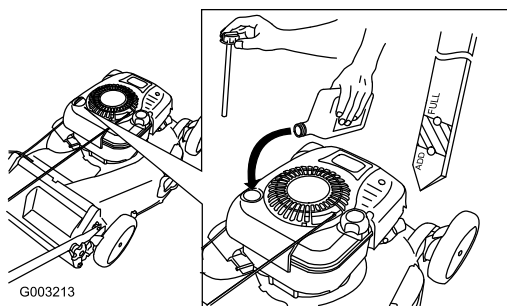

Figura 37
4. Vierta **lentamente** aceite en el tubo de llenado hasta que el nivel llegue a la marca Full de la varilla (Figura 37). **No llene demasiado.** (Capacidad máxima: 0,77 l (26 onzas), tipo: SAE 30W, aceite detergente con clasificación de servicio API SF, SG, SH, SJ, SL o superior.)
5. Vierta **lentamente** aceite en el tubo de llenado hasta que el nivel llegue a la marca Full de la varilla (Figura 37). **No llene demasiado.** (Capacidad máxima: 0,77 l (26 onzas), tipo: SAE 30W, aceite detergente con clasificación de servicio API SF, SG, SH, SJ, SL o superior.)